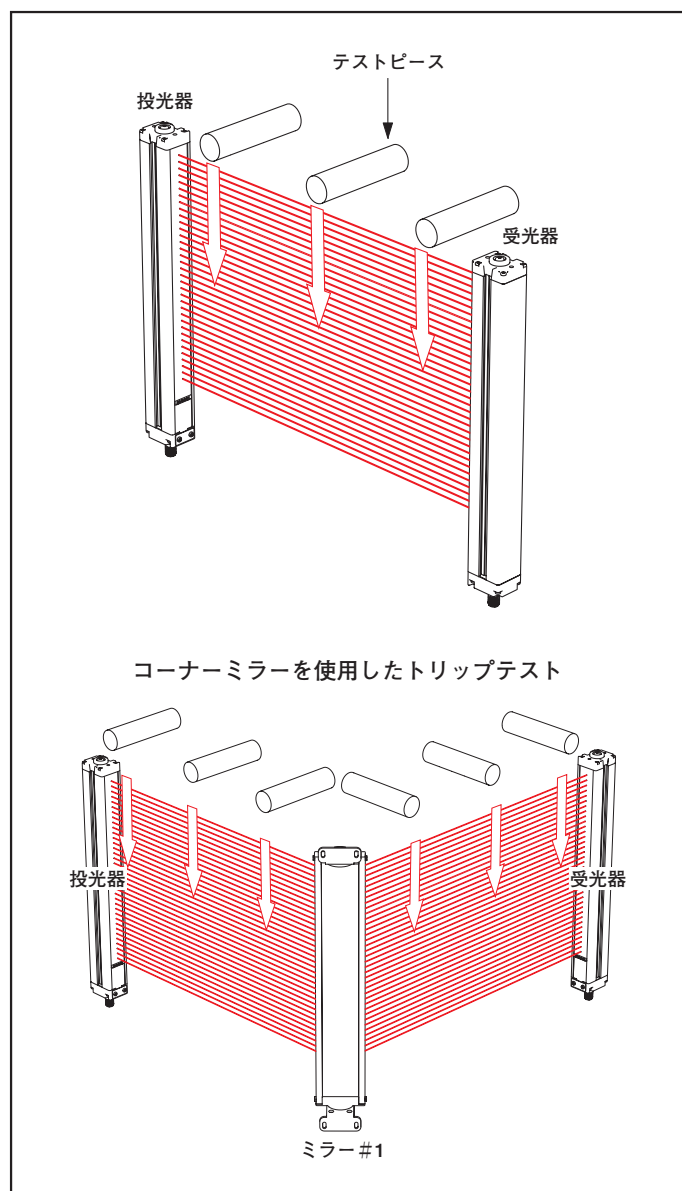

Fig.3-15 EZスクリーンのトリップテスト
**アプリケーションでミラーを使用する場合:** 検出経路の各支柱間の検出エリアをテストしてください (例えば、投光器からミラー、ミラーと受光器間、Fig.3-15をご参照ください)。